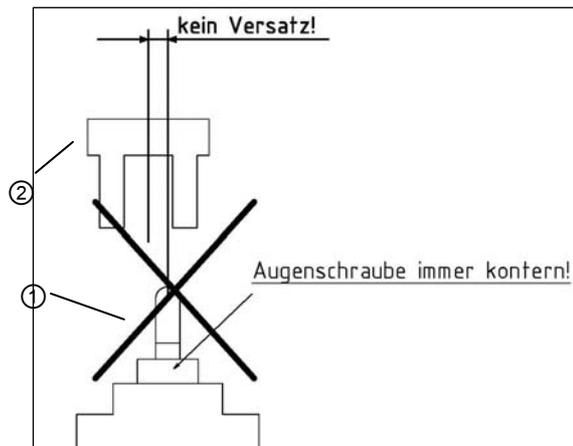

Bild 1
Die Motorausenschraube ① soll sich, ohne seitlichen Druck auf den Motor, in den Lichtkuppelgriff (z. B. Lagerbock ②) einschwenken lassen. Dieses gilt vor allem für die eingefahrene aber auch für die ausgefahrene Motorstellung (Bild 1). Die Mindesteinschraubtiefe der Augenschraube
① beträgt 14 mm.